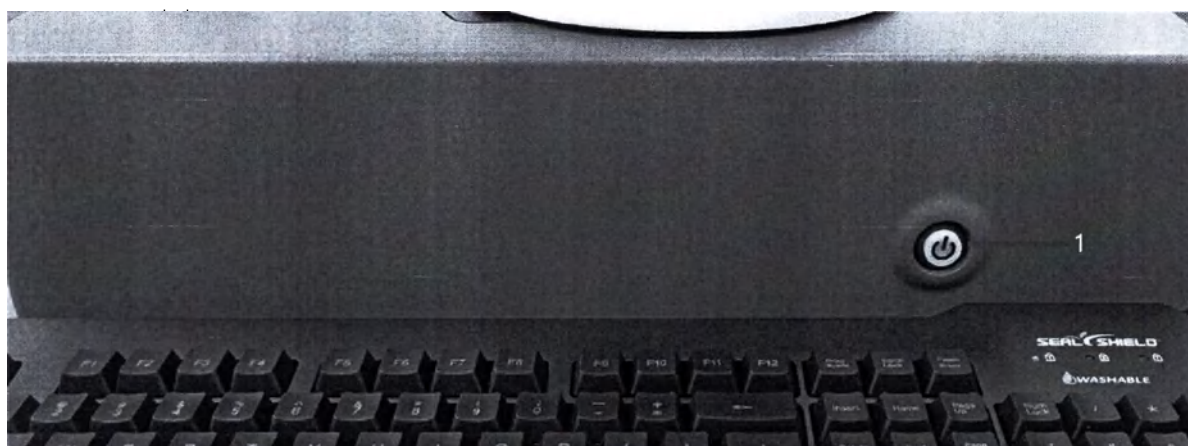

Рис. 5-1 — Кнопка включения/выключения питания
2. Нажмите и отпустите выключатель питания  на передней панели компьютера. После подачи питания переключатель начинает светиться зеленым (см. Рис. 5-1).